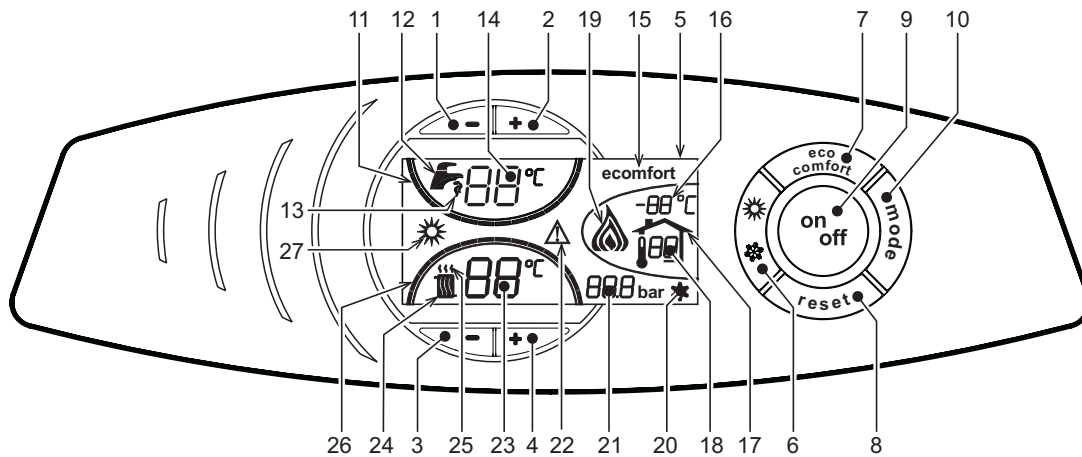
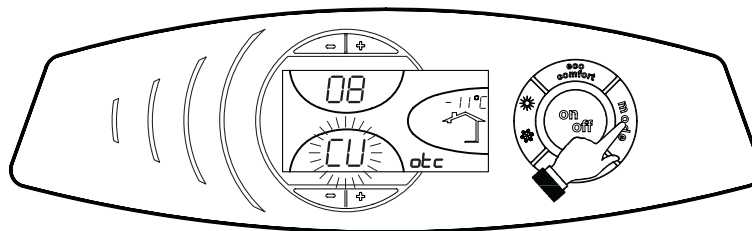
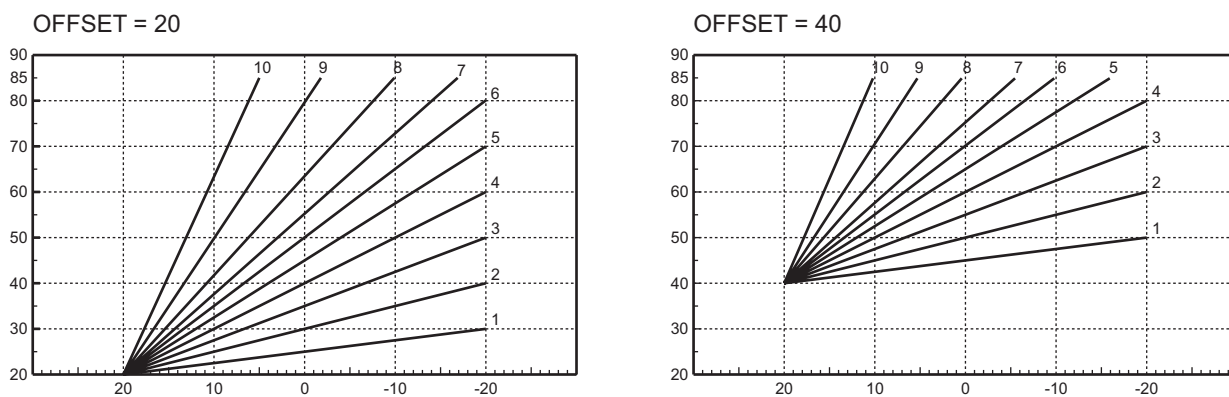

рис. 1 - Панель управления
рис. 11 - Кривая компенсации
рис. 14 - Пример параллельного смещения компенсационных характеристик
О поступлении команды на включение отопления (от комнатного термостата или от пульта ДУ с таймером) предупреждает мигание индикатора теплого воздуха, установленного на радиаторе (дет. 24 и 25 - рис. 1).
Индексные метки с подсветкой системы отопления (дет. 26 - рис. 1) загораются по мере приближения измеряемой датчиком температуры к заданному значению.
О поступлении команды на включение системы ГВС, генерируемой при заборе горячей воды, предупреждает мигание соответствующего индикатора на кране (поз. 12 и 13 - рис. 1). Убедитесь, что функция Comfort (поз. 15 -) находится в активном режиме рис. 1
Индексные метки с подсветкой системы ГВС (поз. 11 - рис. 1) загораются по мере приближения измеряемой датчиком температуры к заданному значению
При включенной системе нагрева воды в бойлере (заводская установка) на дисплее отображается символ режима COMFORT (поз. 15 - рис. 1); наоборот, если система нагрева выключена, на дисплее высвечивается символ режима ECO (поз. 15 - рис. 1)
Бойлер может быть выключен пользователем (режим ECO) путем нажатия кнопки  (поз. 7 - рис. 1). Для включения режима COMFORT снова нажмите клавишу  (поз. 7 - рис. 1).
Нажмите клавишу  (дет. 9 - рис. 1) в течение 1 секунды.
Для повторного включения котла вновь нажмите клавишу  (дет. 9 рис. 1) в течение 1 секунды.
- Нажмите кнопку ON/OFF (9 - рис. 1).
Нажмите клавишу (роз. 6 - рис. 1) в течение 1 секунды.
На дисплее высвечивается символ "Лето" (поз. 27 - рис. 1). При этом котел будет вырабатывать только воду для ГВС. При этом система защиты от замерзания остается активной.
Для выключения режима "Лето" вновь нажмите клавишу (дет. 6 - рис. 1) в течение 1 секунды.
Температура в системе отопления регулируется в пределах от 30 °C до 90 °C с помощью клавиш (дет. 3 и 4 - рис. 1); однако, не рекомендуется эксплуатировать котел при температуре ниже 45 °C.
Температура в системе ГВС регулируется в пределах от 10°C до 65°C с помощью клавиш (поз. 1 и 2 - рис. 1).
При наличии датчика температуры наружного воздуха (опция) на дисплее панели управления (дет. 5 - рис. 1) отображается измеряемая этим датчиком температура. При этом система управления котлом работает в режиме "Плавающая температура". В этом режиме температура воды, подаваемой в систему отопления, регулируется в зависимости от климатических условий внешней среды с тем, чтобы обеспечить максимальный комфорт и экономию энергетических ресурсов в течение всего года. Так, при повышении внешней температуры понижается температура подачи воды в систему отопления, что производится по определенной "кривой компенсации".
С переключением на режим "Плавающей температуры" показатель температуры, устанавливаемый клавишами  (дет. 3 и 4 - рис. 1) соответствует максимальной температуре подачи воды в систему отопления. Рекомендуется устанавливать максимальное значение заданной температуры с тем, чтобы позволить системе регулировать изменение температуре во всем диапазоне значений.
При однократном нажатии кнопки  (поз. 10 - рис. 1) на дисплее выводится текущая компенсационная характеристика (рис. 11), которую можно изменить с помощью кнопок задания температуры воды ГВС  (поз. 1 и 2 - рис. 1).
При нажатии кнопок регулировки температуры отопления  (поз. 3 и 4 - рис. 1) открывается доступ к параллельному смещению характеристик (рис. 14), с помощью кнопок регулировки температуры в контуре ГВС  (поз. 1 и 2 - рис. 1).
Для выхода из режима параллельного изменения кривых еще раз нажать клавишу  (дет. 10 - рис. 1).